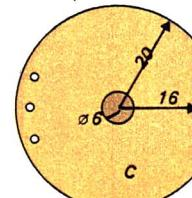

Figure 1
La pièce principale de notre toupie électromagnétique est la bobine, et c'est la seule qui offre quelque difficulté pour ceux qui ne sont pas habitués à travailler avec du fil de cuivre émaillé relativement fin. On commencera par fabriquer, dans du polystyrène de 1 mm et selon la figure 1, le corps de la bobine qui comprend deux flasques (B et C) et un noyau (A). Le flasque supérieur est formé d'un disque percé en son centre d'un trou de 6 mm sur lequel on collera une couronne de diamètres intérieur 33 mm et extérieur 40 mm (pièce D). Le flasque inférieur, pièce C, comportera 3 trous percés avec une aiguille chauffée et un pan coupé. Après avoir enfoncé et positionné ces flasques sur le noyau, on les collera par installation de Cyanolit et on laissera sécher.